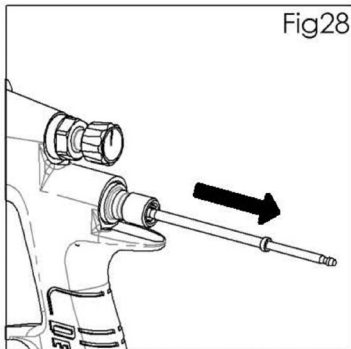

Fig 28
3. Quite la aguja de líquido (24) del cuerpo de la pistola. (Ver Fig. 28).